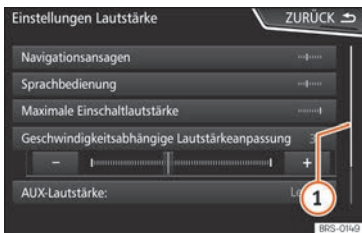

Abb. 204 Listeinträge eines Einstellungs-menüs.
Auf der rechten Seite befindet sich die Scroll-Leiste, deren Größe von der Anzahl der Listeinträge abhängt »» **Abb. 204** ①.